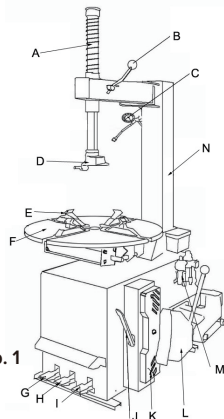

Abb. 1
- Bitte siehe Abb. 1, um zu überprüfen, ob das Gerät in einwandfreiem Zustand ist und keine Teile beschädigt oder fehlend sind.